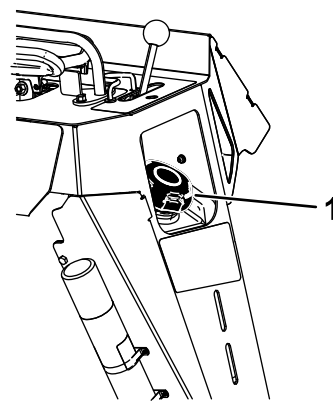

Figura 15
3. Pulite l'area attorno al tappo del serbatoio del carburante e rimuovetela (Figura 15).